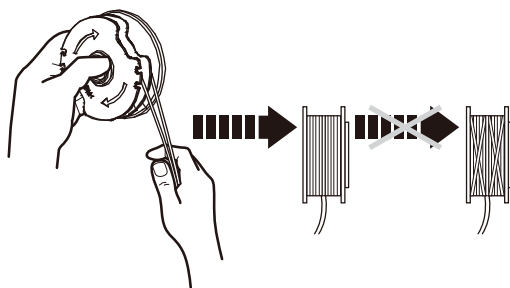

Fig. 26
7. Enrolle todos los hilos de corte firmemente alrededor del carrete de corte (12c) en la dirección de las flechas del carrete de corte (12c) (Fig. 26).